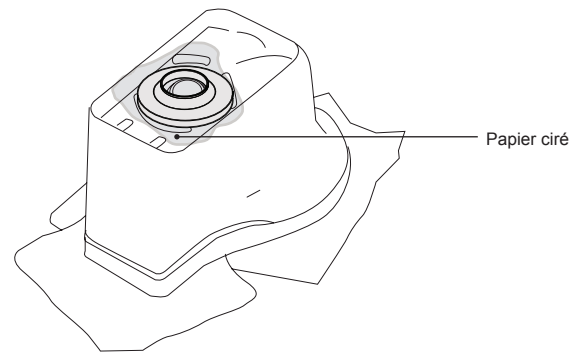

Figure 4
**3** Placer un morceau de papier ciré sur l'anneau de cire et appuyez sur l'anneau de cire fermement en place (Figure 4).